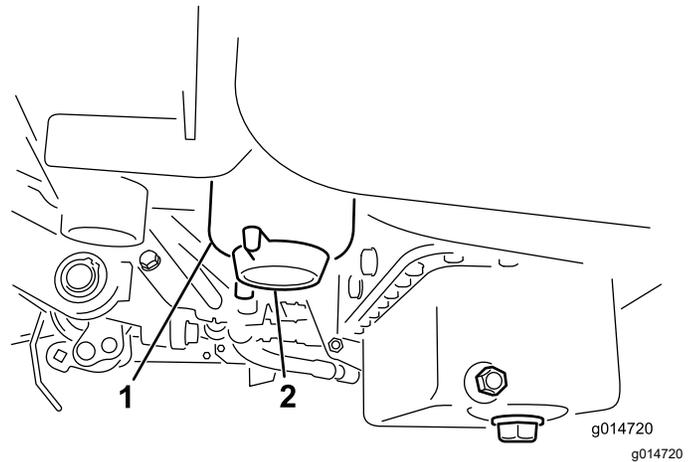

Figura 33
3. Abra o tampão de drenagem no filtro de combustível aproximadamente uma volta e drene qualquer água acumulada (Figura 33).